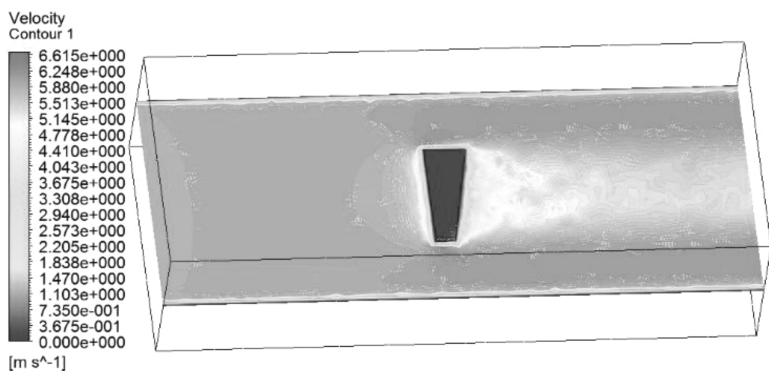

图 11-181 振动片的速度云图
- (2) 拖动结构静力分析【Solution】到流体动力学分析【Results】使其连接。
- (3) 右键单击流体动力学分析【Results】→【Edit...】进入后处理系统。
- (4) 插入平面：在工具栏中单击【Location】→【Plane】并确定，其设置默认，在几何选项中的域【Domains】选择 All Domains，方法【Method】栏后选 ZX Plane，【Y】为 3.5mm，单击【Apply】确定。
- (5) 插入云图：在工具栏中单击【Contour】并确定，其设置默认，在几何选项中的域【Domains】选择 All Domains，位置【Locations】栏后单击...选项，在弹出的位置选择器里选择 Plane1 确定。在变量【Variable】栏后单击...选项，在弹出的变量选择器选择 Velocity 确定，【#of Contours】为 110，其他为默认，单击【Apply】，可以看到结果云图，如图 11-181 所示。